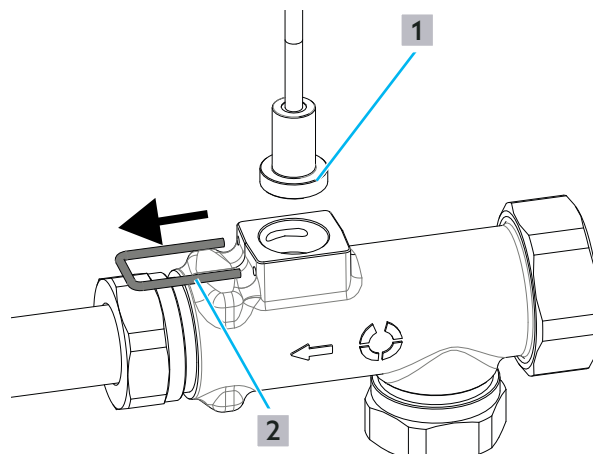

Abb. 21: Sicherungsklammer lösen
- 4** Lösen Sie die Sicherungsklammer (siehe Abb. 21 auf Seite 30 (2)) am Volumenstromsensor (1).